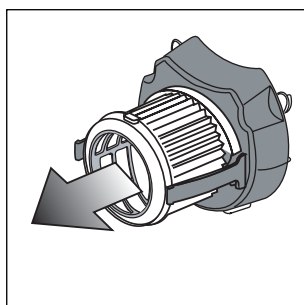

Fig. 18
- Extrayez le filtre HEPA* lavable (fig. 18).